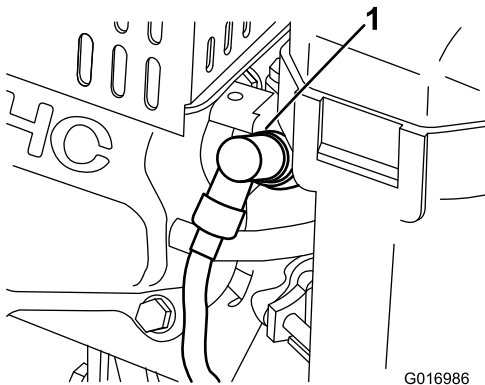

Bild 27
1. Ziehen Sie den Zündkerzenstecker ab (Bild 27).